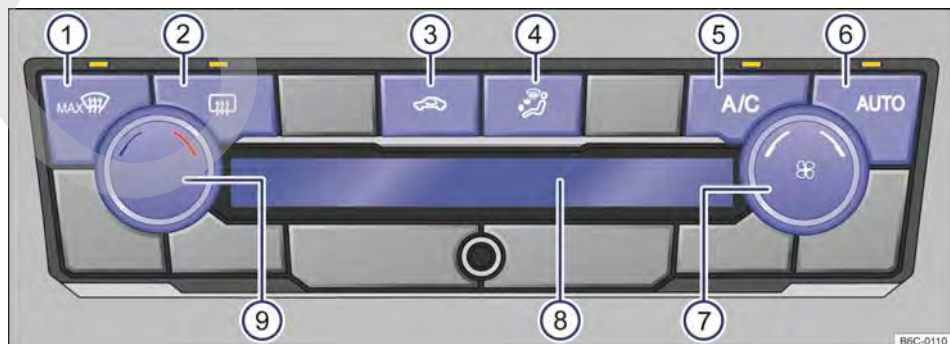

Fig. 84 Comandos del Climatronic.
- *Climatronic*: girar el regulador del ventilador a la izquierda hasta el tope → fig. 84 ⑦.
Con la tecla **AUTO** → fig. 84 ⑥ se puede encender el modo automático del Climatronic.
El modo automático garantiza temperaturas constantes dentro del vehículo. La temperatura del aire, el volumen de aire y la distribución de aire se regulan automáticamente. El funcionamiento automático se apaga cuando la ventilación se cambia manualmente o con el cambio de la distribución de aire mediante la tecla → fig. 84 ④ presionar.
- *Climatronic*: girar el regulador giratorio izquierdo → fig. 84 ⑨.
En el display del Climatronic → fig. 84 ⑧ se indica la temperatura ajustada.
- *Climatronic*: girar el regulador del ventilador → fig. 84 ⑦.
- *Climatronic*: presionar la tecla → fig. 84 ④ a la posición deseada, la distribución seleccionada se indicará en el display ⑧.
- *Climatronic*: presionar la tecla **MAX** → fig. 84 ①.